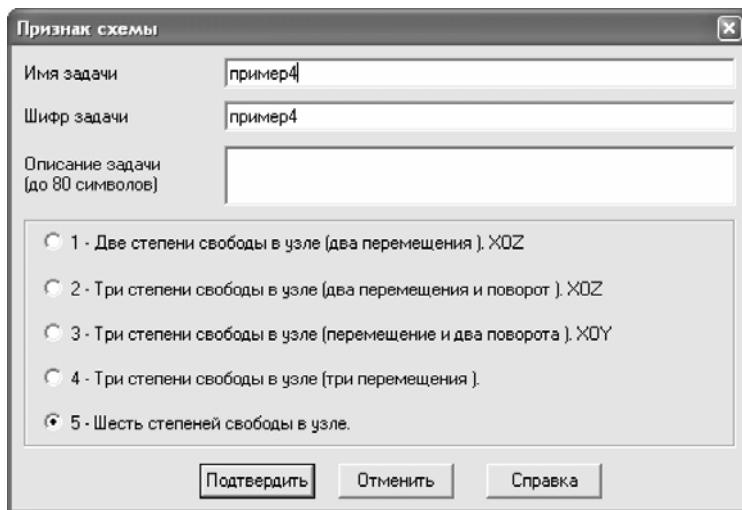

Рис.4.2. Диалоговое окно **Признак схемы**
- В появившемся диалоговом окне **Признак схемы** (рис.4.2) задайте следующие параметры: